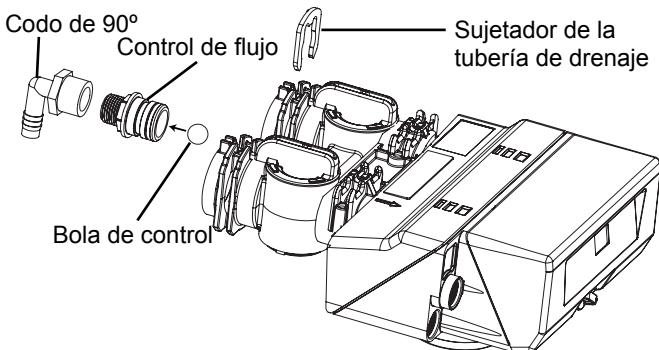

Figura 24
3. Ubique las piezas y un rollo de cinta de Teflón. Se deben retirar los adaptadores de la cañería (Figura 24 Instalación del conector).
3. Para retirar el sujetador, introduzca una cuchilla plana debajo del centro superior del sujetador y levante (haciendo palanca hacia arriba) (Figura 24 Instalación del conector)